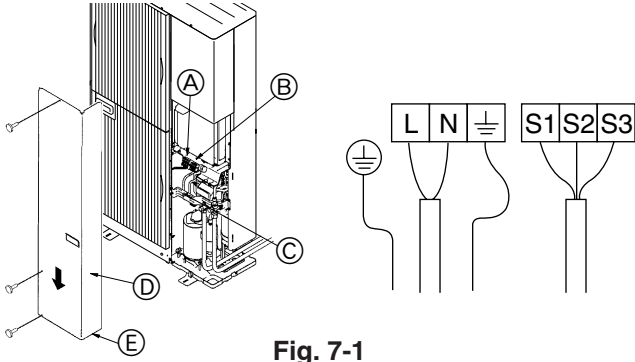

Fig. 7-1
7.1. Dış ünite (Fig. 7-1)
- ① Servis panelini sökün.
- ② Kabloları Fig. 7-1 uyarınca bağlayın.